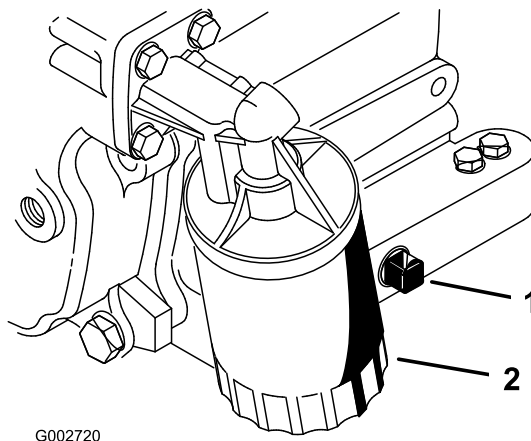

図 26
2. ドレンプラグ 図 26 を外してオイルを容器に受ける。オイルが抜けたらドレンプラグを取り付ける。
3. オイルフィルタ 図 26 を外す。